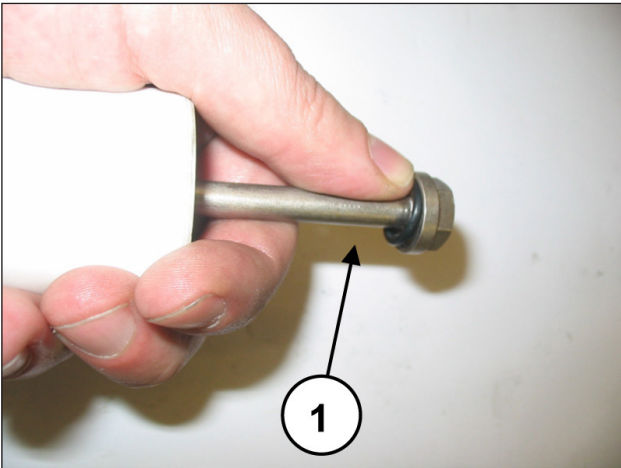

Fig. 46
**À chaque désassemblage, remplacer tous les joints toriques du groupe du piston (Fig. 46, rep. ①).**